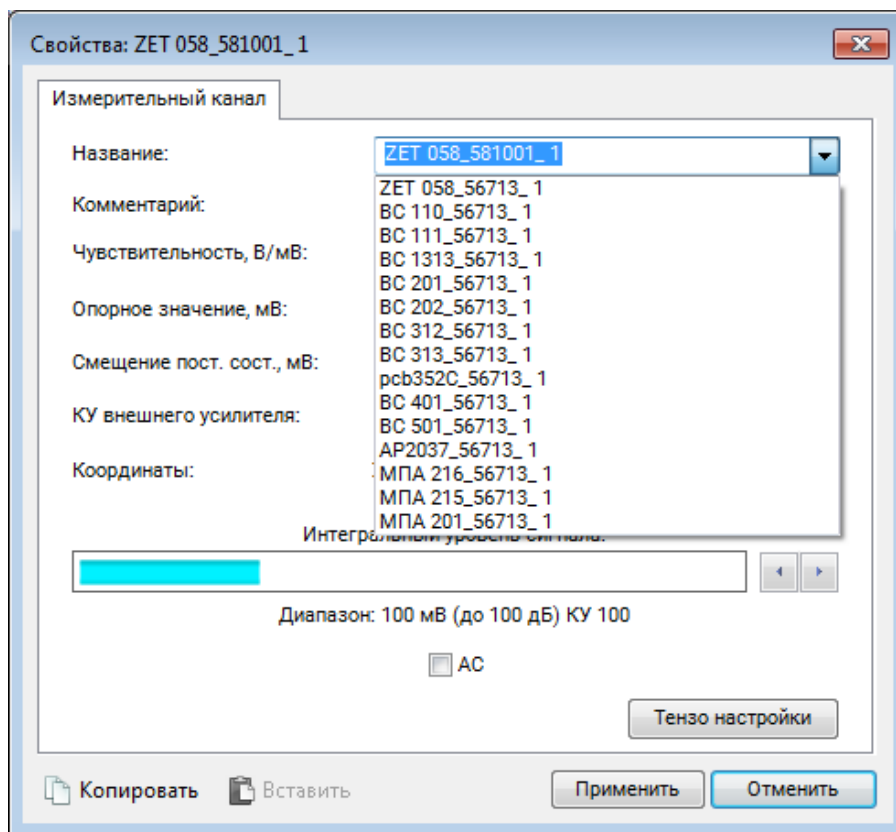

Рис. 7.9 Окно «Свойства» со списком датчиков из базы данных
Если к измерительному каналу контроллера подключается датчик, информация о котором уже добавлена в базу данных, следует перейти в поле «Название» и, активировав указатель на выпадающий список (Рис. 7.9), выбрать из списка тип подключаемого датчика, при этом поля параметров окна «Свойства» будут автоматически заполнены.
**Внимание!** В случае, когда необходим доступ к произвольной настройке для всех параметров в окне «Свойства» в поле «Название» выбирайте из списка верхнюю строку с идентификатором «ZET xxxxx» (Рис. 7.9)